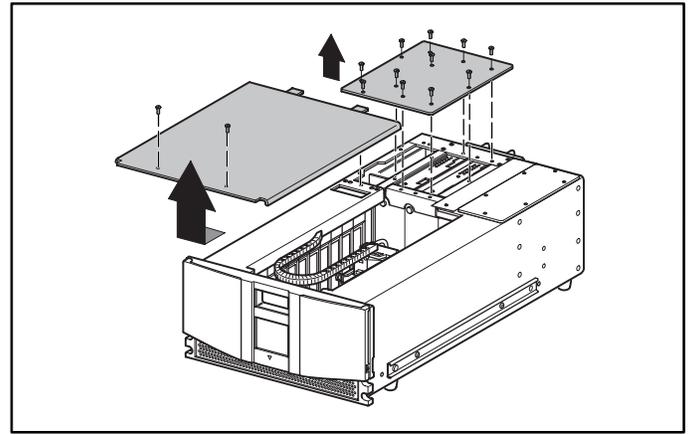

Figura 2: Extracción de las cubiertas
5. Quite la cubierta frontal principal (dos arandelas). Consulte la Figura 2.